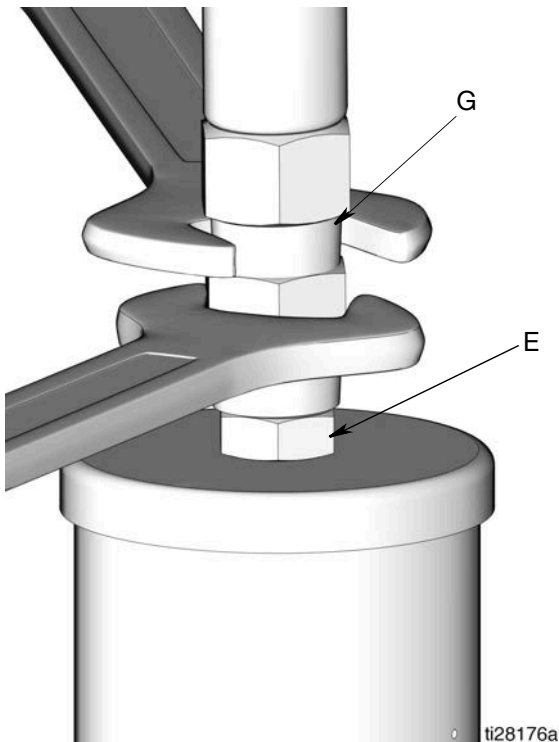

图 6
2. **对系统进行泄压**，方法如下：使用两个扳手，在泵出口（E）和润滑管路管件（G）的相反方向上用力，**慢慢松开管件**，直至其松开并且没有更多润滑剂或空气从管件中泄漏出（图 6）。